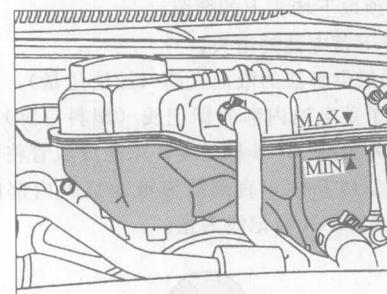

图 1-17 检查冷却液液面高度，
(1) 请您在发动机为冷机时检查补偿罐中的冷却液液面高度，如图 1-17 所示。